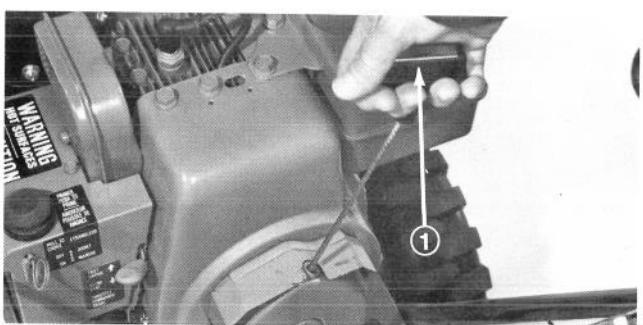

Figure 16
**Démarrage à rappel (Fig. 16)** — Le démarreur à rappel se trouve à l'arrière du moteur. Il suffit de le tirer pour mettre le moteur en marche.
- Saisissez la poignée du démarreur à rappel (Fig. 16) et tirez-la lentement jusqu'à ce que vous sentiez une prise ferme. Tirez alors vigoureusement pour mettre le moteur en marche. Retenez fermement la poignée du démarreur et laissez-la revenir lentement.